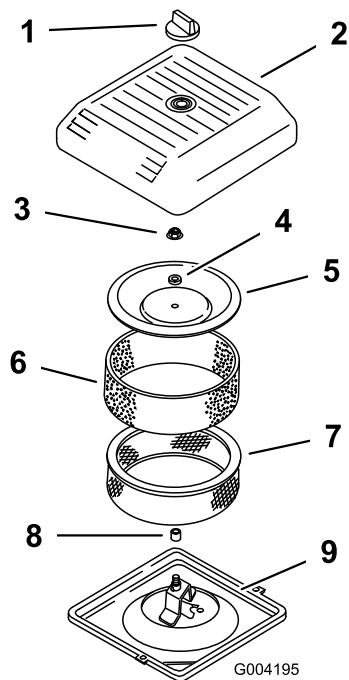

Figura 144
3. Desenrosque el pomo y retire la tapa del limpiador de aire (Figura 144).
4. Deslice cuidadosamente el prefiltro de gomaespuma para separarlo del elemento de papel (Figura 144).
5. Desenrosque la tuerca de la tapa y retire la tapa, el espaciador y el filtro de papel (Figura 144).